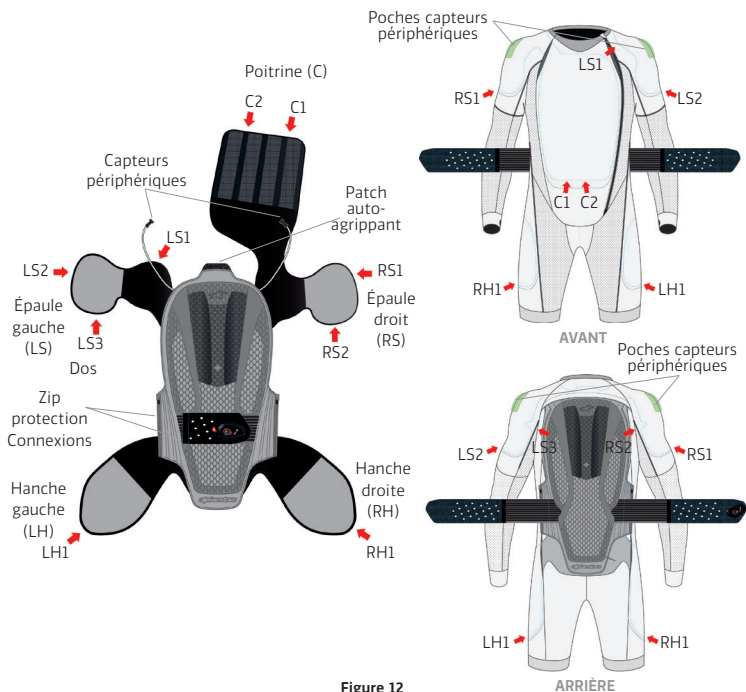
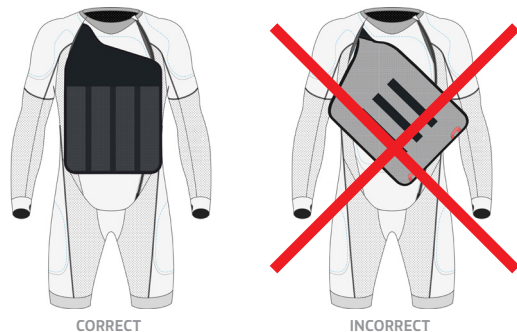

Figure 12
Figure 13
La couche de base (1) peut être lavée conformément aux instructions indiquées sur l'étiquette d'entretien. Avant le lavage, retirez le protecteur dorsal (7) et l'airbag (5) de la couche de base (1), dézippez les connexions zippées du protecteur dorsal (8) et détachez les patches auto-agrippants sur le cou. Enlever les capteurs périphériques (11) placés à l'arrière des épaules en ouvrant la poche autoagrippante et en retirant le composant de son siège. Avant de retirer l'airbag (5) des poches de la couche de base (1), détacher les clips à l'intérieur de chaque poche comme détaillé dans la figure 12.
Après avoir nettoyé la couche de base (1), procédez au remontage correct de l'airbag (5) sur la couche de base (1) en suivant les instructions ci-dessous et la figure 12 :
1. Fixez le patch auto-agrippant présent à la partie supérieure de l'airbag (5) avec le patch correspondant présent sur la couche de base (1)
2. Fermez les deux connexions zippées du protecteur dorsal (8)
3. Repositionnez les capteurs périphériques (11) à l'arrière des épaules. Pour ce faire, accédez à la poche du capteur par l'ouverture appropriée, ouvrez la poche autoagrippante, placez le capteur dans son siège et fermez la poche autoagrippante de sorte que le capteur soit fixé. Remarque : la direction dans laquelle le capteur est positionné au niveau de son siège n'est pas importante, mais il est essentiel que les capteurs sortant du côté droit et du côté gauche du protecteur dorsal (7) soient placés, respectivement, sur l'épaule droite et l'épaule gauche, et non l'inverse.
4. Insérez chaque zone de protection de l'airbag (5) à l'intérieur de la poche correspondante en prenant soin de positionner correctement l'airbag (5) (en évitant les torsions ou les plis) et d'ancrer l'airbag (5) à l'aide de tous les clips disponibles sur la couche de base (1). Il y a 9 clips au total et ils sont divisés comme suit : 3 clips sur la zone de l'épaule gauche (LS), 2 clips sur la zone de l'épaule droite (RS), 2 clips pour la zone de la poitrine (C), 1 clip pour la zone de la hanche gauche (LH) et 1 clip pour la zone de la hanche droite (RH).
IMPORTANT! Une attention particulière doit être portée lors de l'insertion de la zone de l'Airbag (5) qui protège la zone de la poitrine pour éviter de tordre la zone plus étroite passant sur l'épaule droite. L'obstruction du canal pourrait compromettre le bon gonflage et donc la protection de l'Airbag (5) dans la région de la poitrine (voir figure 13).